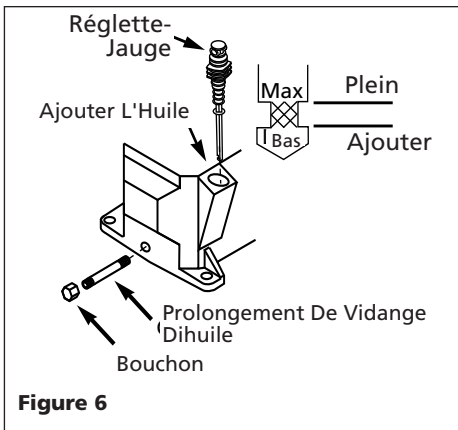

Figure 6
S'assurer que le prolongement de vidange d'huile soit installé (si compris). Enlever le reniflard de jauge (Voir Fig. 6) et remplir la pompe d'huile selon le Tableau 1.
PTFE, ou pâte enduit d'étanchéité, aux filets sur chaque extrémité de l'extension de drainage de l'huile. Visser le bouchon sur un bout du prolongement. Enlever le bouchon de vidange d'huile de la base de la pompe et installer le prolongement de vidange d'huile (Voir Figure 6).
**Ne pas utiliser l'huile pour automobile ordinaire telle que 10W-30.** Les additifs dans l'huile de moteur peuvent causer de l'encrassement dans les soupapes et peuvent diminuer la vie de la pompe. Pour assurer la durée maximum de la pompe, purger et remplacer l'huile après la première heure de fonctionnement. Le niveau d'huile correct est illustré dans la Figure 6.